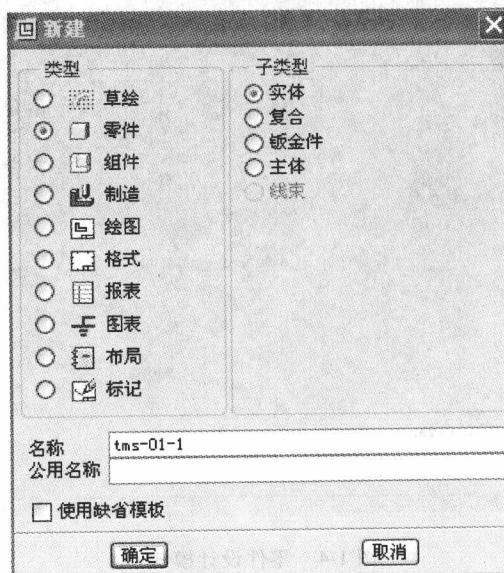

图 1-2 缺省模板
- 2) 在“新建”对话框中的“类型”选项组中，选择“零件”单选项；在“子类型”选项组中，选择“实体”单选项；在“名称”文本框中输入文件名为 tsm-01-1，单击“使用缺省模板”复选框，以取消使用缺省模板，如图 1-2 所示。单击“确定”按钮。